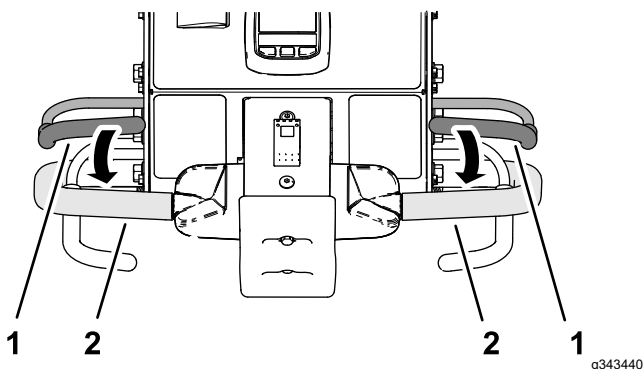

Figure 100
3. Serrez la barre de présence de l'utilisateur contre la poignée droite ou gauche du timon (Figure 100).